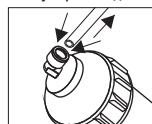

Рис. 3
3) Симметрично дократить фланец быстросъемной муфты и отсоединить шланг (Рис. 3).